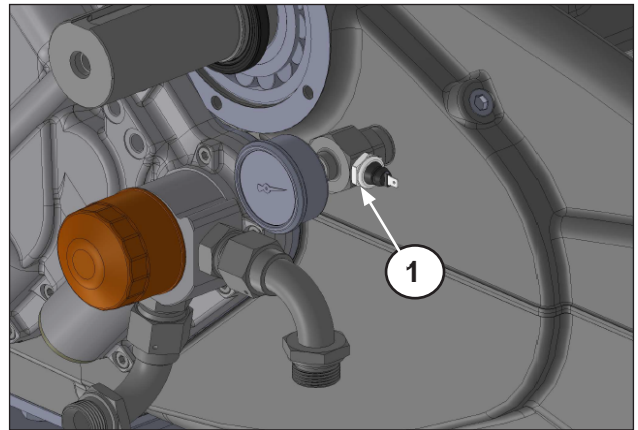

Abb. 16
Schrauben Sie das Manometer, die Verschraubung, den Nippel und den Druckschalter ab und entfernen Sie diese (Pos. ①, Abb. 16).